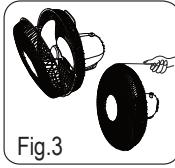

Fig.3
5. Öppna flikarna på det främre skyddsgallret och placera främre skyddsgallret på det bakre skyddsgallret (riktat in spärskrughålen) och stäng flikarna. Dra åt låsskruven och mutter. (Fig. 3)